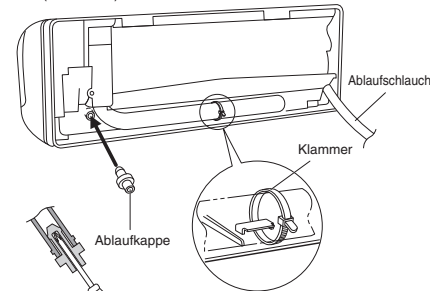

Abb. 3-65
- (d) Den Ablaufschlauch an der linken Seite und die Ablaufkappe an der rechten Seite wieder anbringen. (Abb. 3-65)